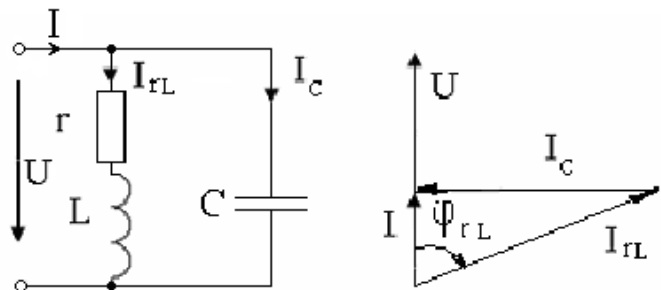

Рис. 84
63. Определить, каким наибольшим активным сопротивлением может обладать катушка с индуктивностью L , включенная параллельно конденсатору с емкостью C , при котором может еще иметь место резонанс (рис. 84).